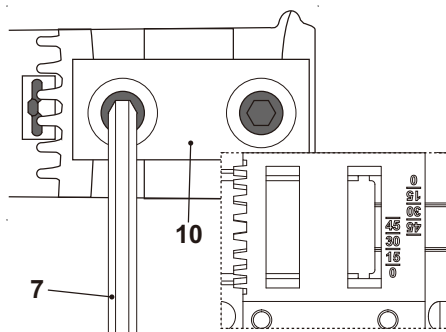

Fig. 12
Para regular a placa base, desaperte o parafuso com a chave hexagonal (7) fornecida, deslize a placa base (10) ligeiramente para a frente da ferramenta, depois rode para o ângulo desejado. (Fig.12). As ranhuras de retenção manterão a placa de pé firmemente a 45°, e existem marcas de posições adicionais para ângulos de 15° e 30°. O número de graus a definir é gravado na placa de base. Coloque a placa de base de volta para a frente até que os dentes encaixem. Depois de posicionar a placa de base, aperte bem o parafuso. Verifique se a chapa de base está segura. Volte a montar a bateria (ver Inserir a bateria).